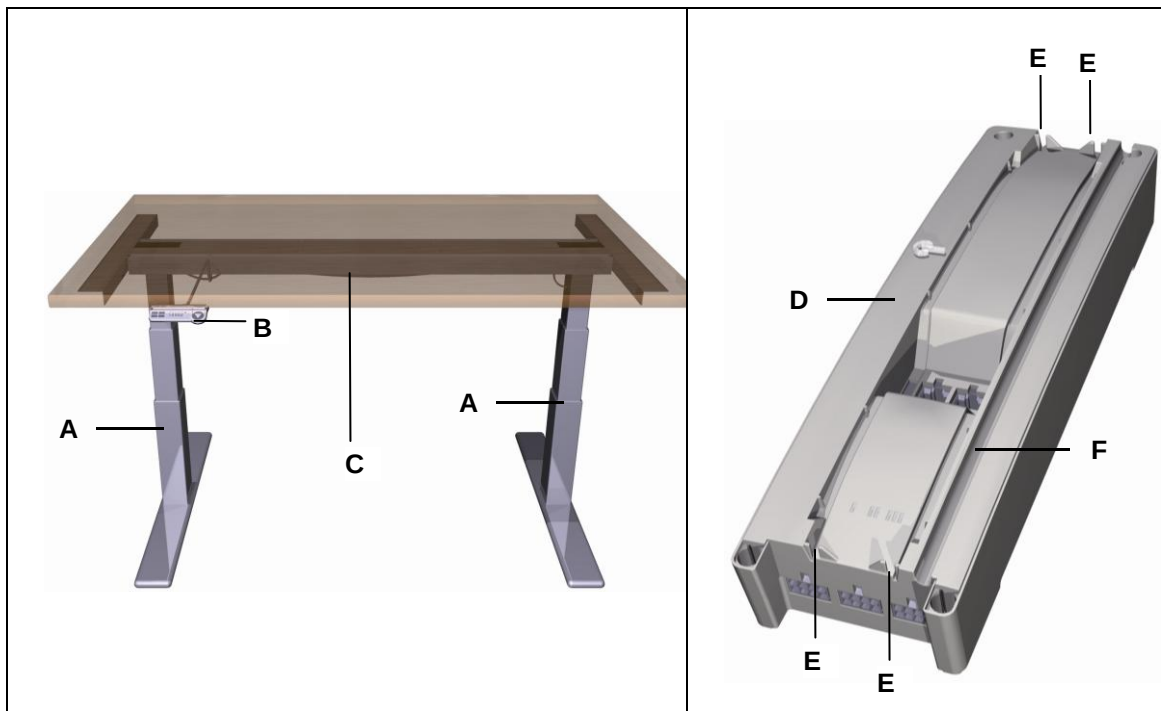
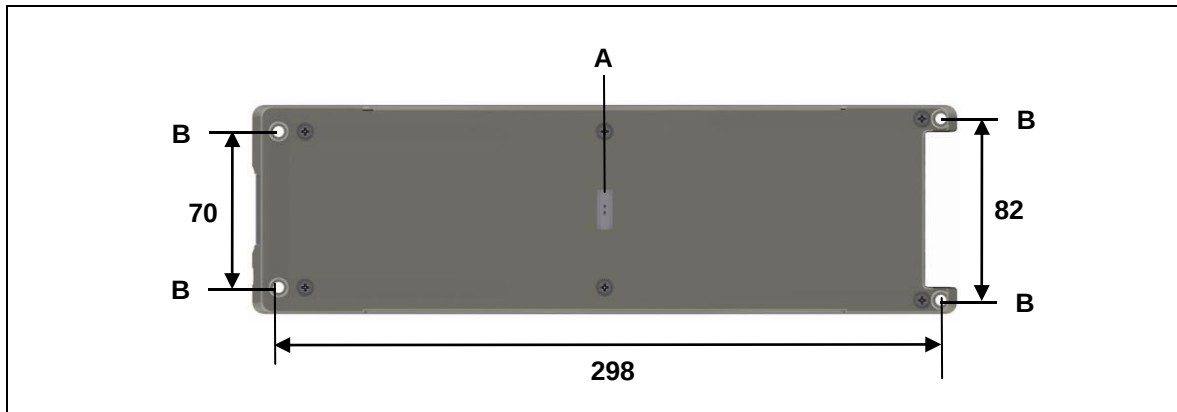

Abbildung 7 Tisch mit montierter Steuerung Motion Manager 2 / 3 und Hubsäulen
Abbildung 9 Unterseite der Steuerungen Motion Manager 2 / 3 (Angaben in mm)
Die Steuerung wird zweckmäßiger Weise unter dem Tisch montiert (siehe Abbildung 7). Um das korrekte Funktionieren des optischen Sensors zu gewährleisten, sollte die Steuerung möglichst mittig unter dem Tisch montiert werden. Die Steuerung muss plan aufliegen und darf keinerlei Verwindungen aufweisen. Zwischen den Seiten der Steuerung und den Quertraversen muss mindestens 0,5 mm Platz gelassen werden.
Zur Montage sind in der Unterschale der Steuerung vier Befestigungslöcher (siehe Abbildung 9) für die Schrauben vorgesehen. Verbindungskabel sollen im Kabelkanal und in den Kabelklemmen verlegt werden (siehe Abbildung 7).
An der Unterseite der Steuerung befindet sich ein Sensor (A in Abbildung 9). Um die Funktionsfähigkeit zu garantieren, verwenden Sie das der Lieferung beiliegende Etikett. Das Etikett wird an der Stelle der Tischplatte aufgeklebt, an der der Sensor zu liegen kommt.
- 3 Schrauben Sie die Steuerung an den Tisch. Benutzen Sie dazu die in Abbildung 9 gezeigten Befestigungslöcher (B) in der Unterschale der Steuerung. Verwenden Sie Schrauben nach DIN 7981 mit $\varnothing 4,8$ mm und geeigneter Länge (28 mm + Einschraubtiefe in den Tisch, Schraubenkopf: $\varnothing 9,5$ mm).